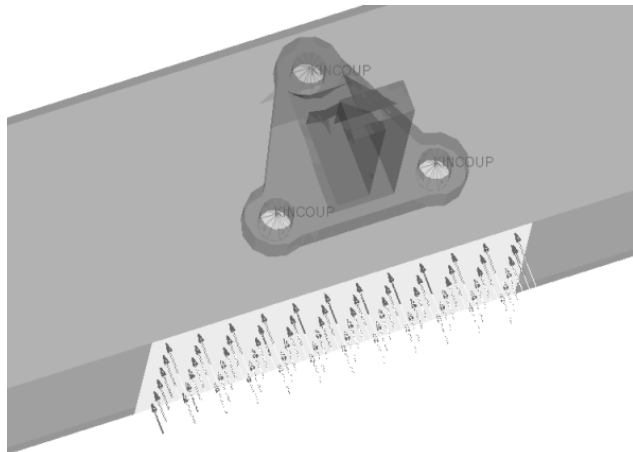

图 10-9 载荷方向
- (15) 从 `element sets` 表中选择 `pressure_set`。
- (16) 单击 `Review` 按钮展示施加的载荷，如图 10-9 所示。